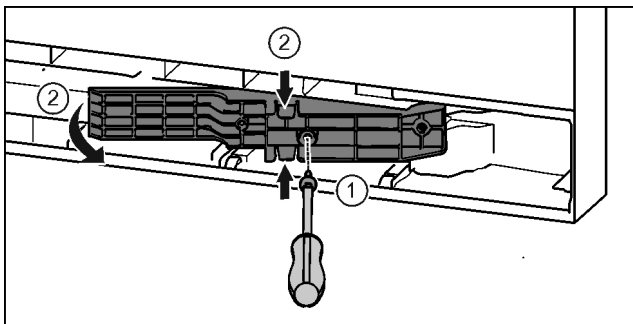

Fig. 22*
- ▶ Oldja ki a csavarokat a T15 csavarhúzóval.* Fig. 22 (1)
- ▶ Húzza ki az illesztődarabot.* Fig. 22 (2)